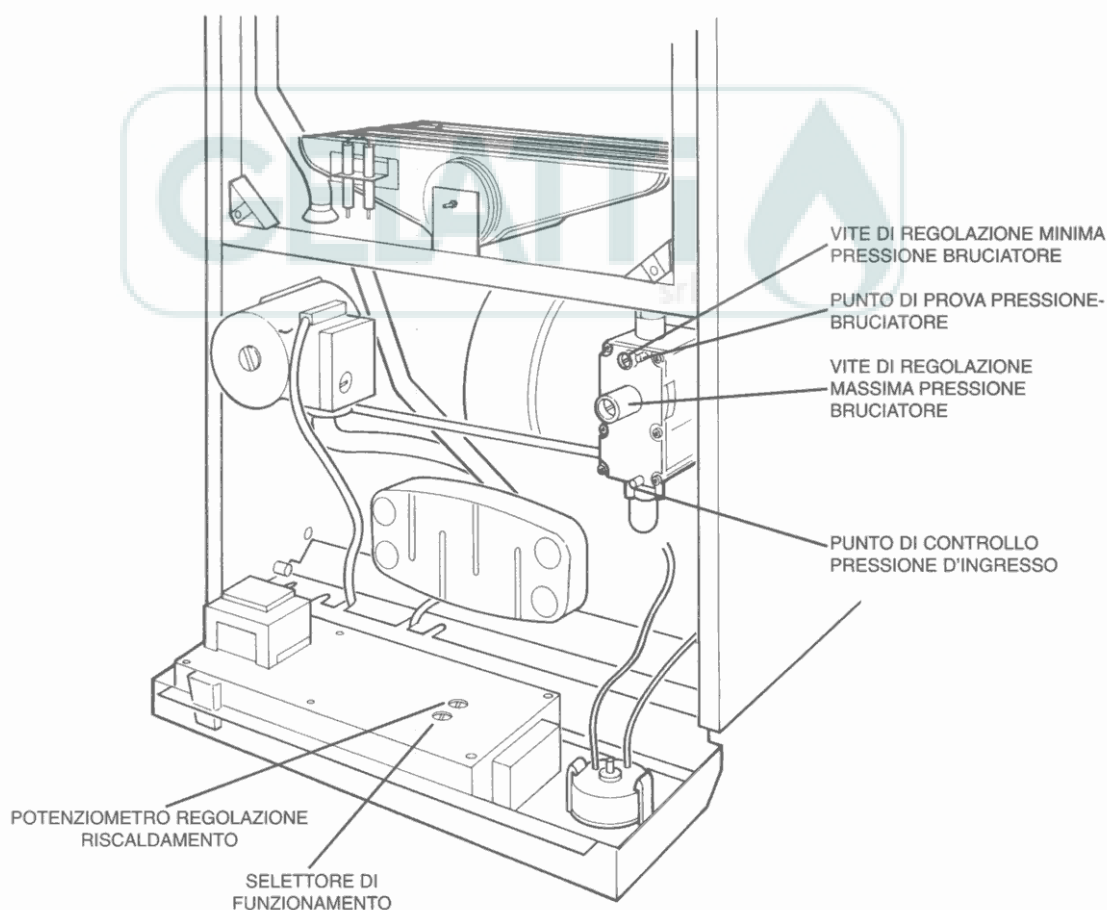

Fig. 17: Regolazione della potenza di riscaldamento
4. Allentare la vite sul punto di prova della pressione agli ugelli e collegare un manometro a U. (vedi Fig. 17, pag. 18)).